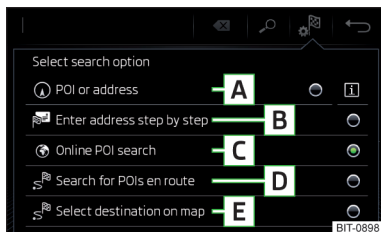

Fig. 156
Superficies de función » fig. 156
- Luego pulsar la superficie funcional de un punto del menú para la búsqueda del destino **A**, **C** o **D** » fig. 156 de la pág. 145.
- Luego pulsar la superficie funcional  → **E** » fig. 156 de la pág. 145.